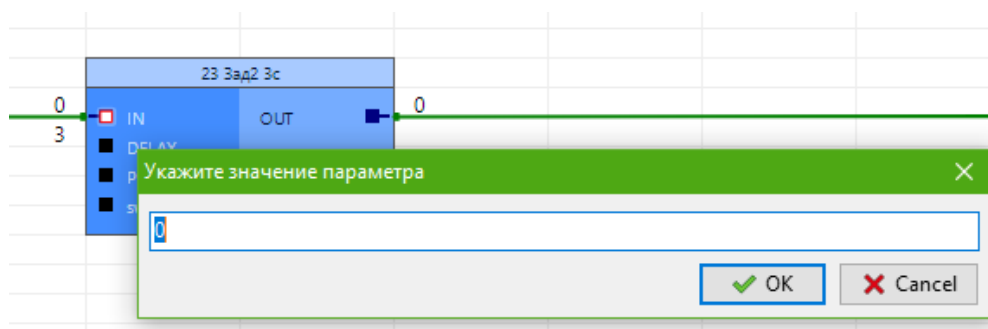

Рисунок 120 Изменение значения параметра на схеме
- кликнуть дважды на параметр на схеме, в появившемся окне ввести новое значение и подтвердить изменение, нажав «ОК» (см. рис. 120).